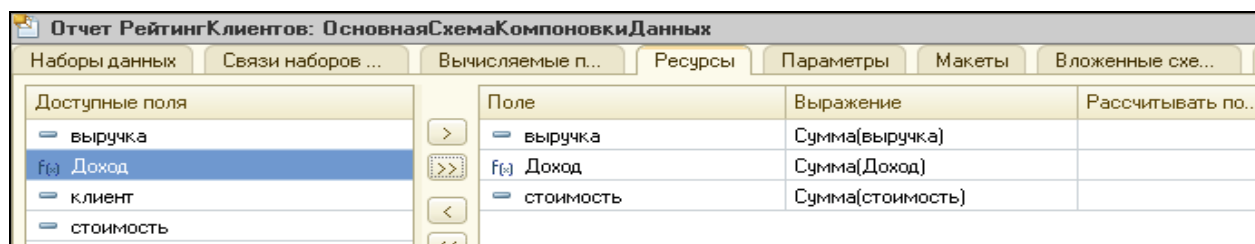

Рисунок 4.54 Ресурсы схемы компоновки данных
7. Перейти на закладку **Ресурсы**. Перенести все доступные ресурсы кнопкой – двойная угловая скобка (рис. 4.54).